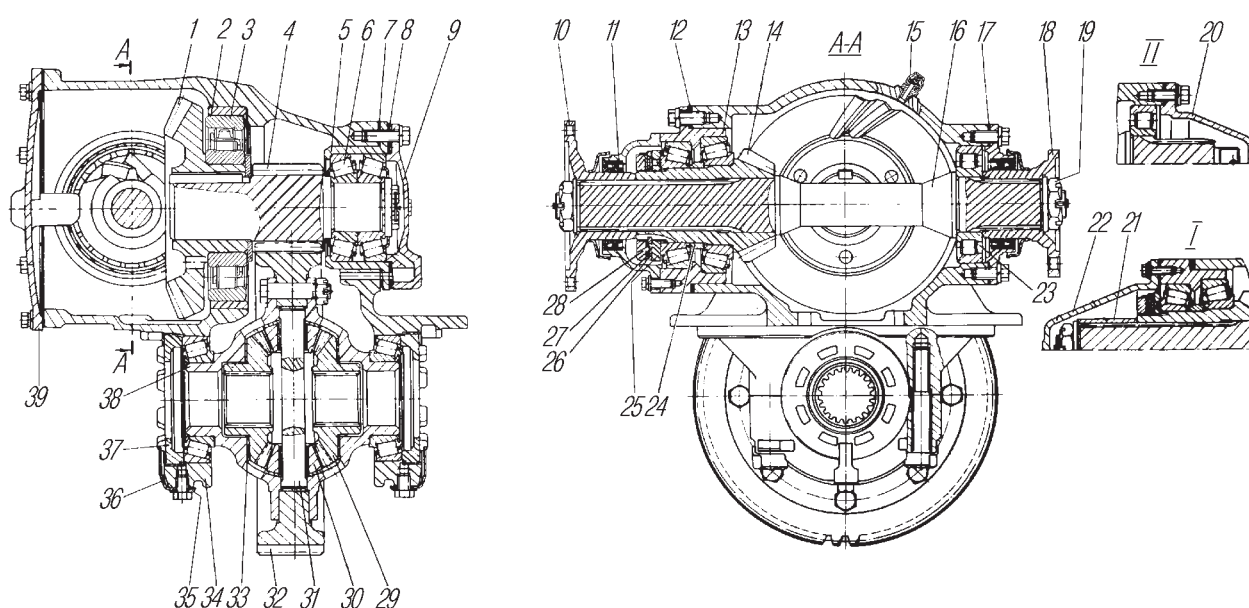
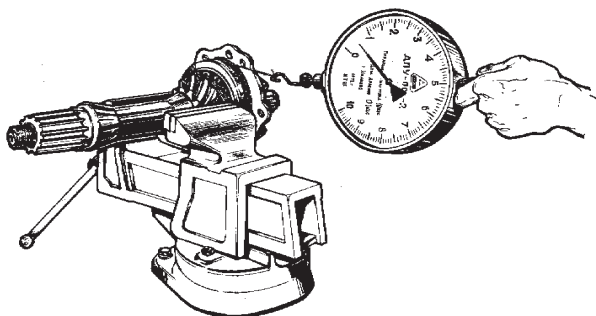

Рис. 39. Главная передача:
Рис. 43. Проверка регулировки подшипников ведущей конической шестерни
Главная передача моста двойная, состоит из пары конических шестерен 1 и 14 (рис. 39) со спиральными зубьями и пары цилиндрических шестерен 4 и 32 с косыми зубьями. К ведомой цилиндрической шестерне болтами прикреплен симметричный конический дифференциал с четырьмя сателлитами.
Шестерни и подшипники главной передачи смазываются маслом, заливаемым в картер моста и картер главной передачи до уровня контрольного отверстия. Масло подхватывается шестернями, разбрызгивается и через роликовый подшипник 2 (см.рис. 39) попадает в полость конических шестерен картера главной передачи, откуда стекает в картер моста.
Рассчитайте величину уменьшения толщины регулировочной шайбы 24 (см.рис. 39) (величина зазора плюс 0,03-0,05 мм предварительного натяга). Отверните гайку, снимите подшипник и регулировочную шайбу. Прошлифуйте (или подберите) шайбу до требуемого размера, установите шайбу и соберите подшипниковый узел ведущей конической шестерни. Момент затяжки гаек — 450-500 Н.м (45-50 кгс.м). Законтрите контргайку, отогнув шайбу на одну из граней. Крутящий момент, необходимый для проворота ведущей конической шестерни в подшипниках, должен быть 0,6-1,4 Н.м (0,06-0,14 кгс.м). Усилие на динамометре при размотке шнура с поверхности стакана — 7,5-17,5 Н (0,75-1,75 кгс) (рис.43).
2. Отрегулируйте предварительный натяг подшипников ведущей цилиндрической шестерни. Регулируйте подшипники подбором пакета прокладок 8 (см.рис. 39) под крышкой 9 стакана 5. Крутящий момент, необходимый для проворота промежуточного вала, должен быть 0,9-1,5 Н.м (0,09-0,15 кгс.м).
4. Установите дифференциал и отрегулируйте подшипники дифференциала. Болты крепления крышек подшипников дифференциала затяните моментом 250-320 Н.м (25-32 кгс.м). Подшипники дифференциала регулируйте гайками 37 (см. рис.39). После затяжки гаек расстояние между крышками подшипников дифференциала должно увеличиться на 0,04-0,14 мм. Во время регулировки проворачивайте дифференциал для установки роликов в подшипниках. Венец ведомой цилиндрической шестерни должен быть расположен симметрично относительно венца ведущей шестерни.
При сборке главной передачи внутреннее кольцо и сепаратор роликового подшипника 2 ведомой конической шестерни установите как показано на рис. 39.